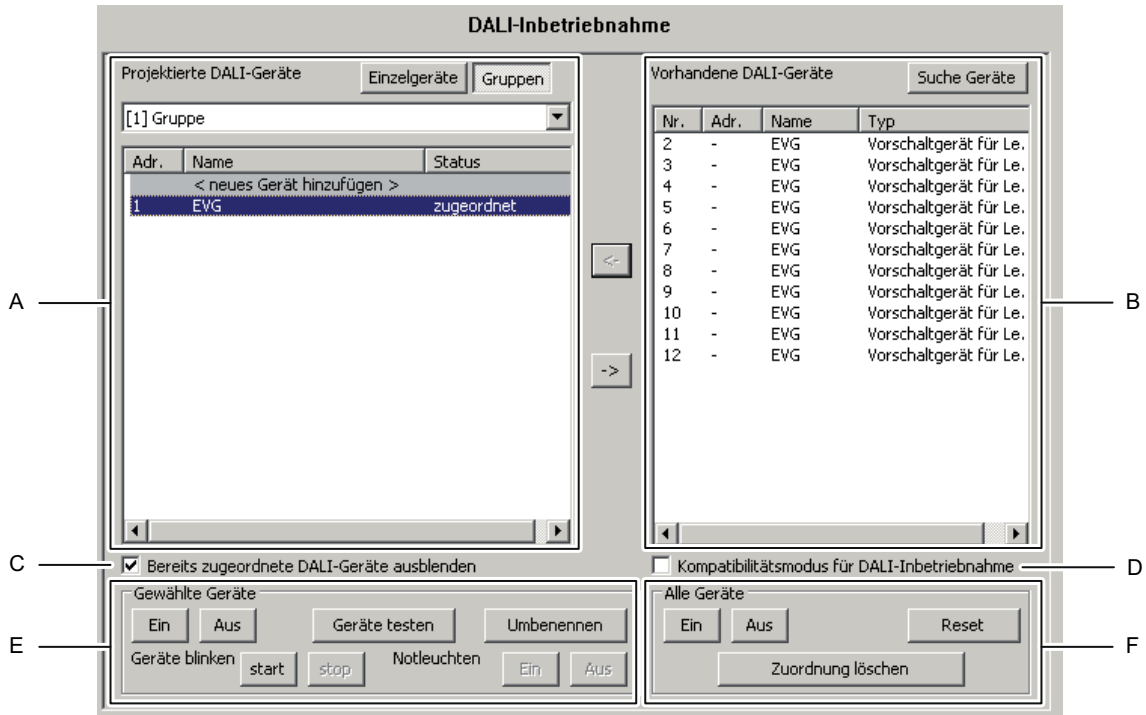

Bild 60: Fensterbereiche der Inbetriebnahme-Umgebung
Die Inbetriebnahmeumgebung des Plug-Ins unterteilt sich in zwei Fensterbereiche. Im rechten Fensterbereich werden die im DALI-System gefundenen Betriebsgeräte aufgelistet. Im linken Fensterbereich werden die angelegten Gruppen angezeigt. Dort erfolgt auch die Zuordnung der DALI-Geräte zu den projektierten Gruppen oder Einzelgeräten (Bild 60).
Bei der ersten Inbetriebnahme werden noch keine DALI-Betriebsgeräte im rechten Fensterbereich (B) angezeigt (Bild 60). Um in der Inbetriebnahme fortzufahren, müssen zunächst die an die DALI-Leitung angeschlossenen Betriebsgeräte gesucht werden. Damit das DALI-Gateway während der Gerätesuche alle angeschlossenen DALI-Betriebsgeräte finden und identifizieren kann, muss das DALI-System vollständig angeschlossen und unterbrechungsfrei eingeschaltet sein! Zudem muss die Netzspannungsversorgung des DALI-Gateways eingeschaltet sein.
Es ist für Sonderfälle möglich, Betriebsgeräte bei Gruppensteuerung auf mehr als nur eine DALI-Gruppe zuzuordnen. Im Standardfall ist die Zuordnung eines DALI-Betriebsgeräts in nur eine Gruppe möglich. Dadurch wird die Gerätezuordnung übersichtlich und es kommt durch die eindeutige Zuweisung nicht zu Gruppenüberlappungen und folglich auch nicht zur Beeinflussung von Konfigurations- und Rückmeldewerten. Bei Bedarf kann als Alternative die Mehrfachgruppenzuweisung freigegeben werden. Dazu muss das Kontrollfeld "Bereits zugeordnete DALI-Geräte ausblenden" (C) im Inbetriebnahme-Dialog des Plug-Ins ausgewählt werden (Bild 60). Hierdurch ist es dann möglich, DALI-Betriebsgeräte im Zuge der Online-Inbetriebnahme mehr als nur einer Gruppe zuzuordnen.